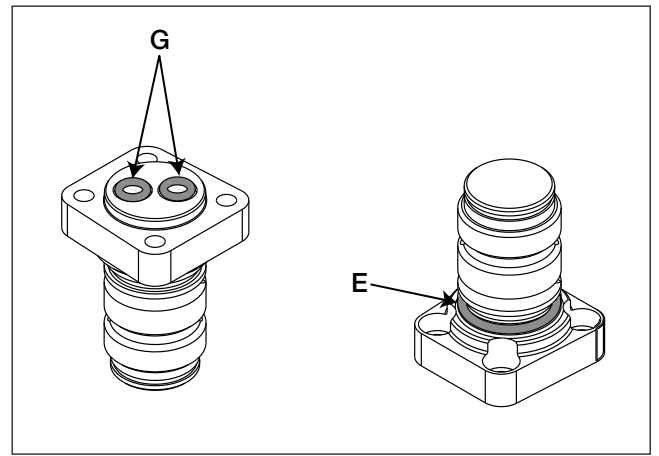

图 2 旋转接头杆 O 型密封圈的安装
4. 检查用于固定旋转接头杆的四颗内六角螺钉 (D) 是否紧固。有关扭矩值,请参见第 5.0 节中的步骤 6。
5. 从旋转接头杆 (F) 上拆下旧的 O 型密封圈 (E),并用套件中的新的 O 型密封圈 (E) 进行更换。安装前请在 O 型密封圈上涂抹硅脂。涂抹位置请参见图 2。
1. 如果尚未完成以下操作:从旋转接头杆 (F) 的顶部拆下卡簧固定圈 (A)。使用一对螺丝刀,从旋转接头杆 (F) 上轻轻撬下旧的旋转接头总成 (B)。
2. 拆下四颗用于固定旋转接头杆 (F) 的内六角螺钉 (D)。从动力头或扳手外壳 (H) 上轻轻撬下旋转接头杆 (F)。
3. 擦净动力头或扳手外壳 (H) 的所有表面。然后,在动力头或扳手外壳 (H) 上的四个螺纹螺栓孔 (*) 中涂上少许 Loctite 243 螺纹密封剂。避免让密封剂滴入液压端口。
4. 在新的旋转接头杆 (F) 基座的端口处装上两个新的 O 型密封圈 (G)。O 型密封圈位置请参见图 2。
5. 将新的旋转接头杆 (F) 置于动力头或扳手外壳 (H) 上,确保液压端口对齐。确保 O 型密封圈 (G) 不会掉落或者受到挤压或切断。
- 装上套件中的新的旋转接头杆 O 型密封圈 (E)。安装前请在 O 型密封圈上涂抹硅脂。涂抹位置请参见图 2。